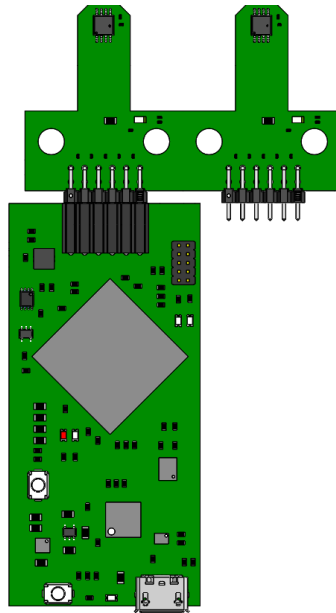

图 2-1. TI-SCB 控制器上的 EVM
要将 EVM 与随附的 TI-SCB 控制器配合使用，请按照图 2-1 所示连接 EVM。
2. 将 EVM 连接到传感器控制板 (TI-SCB) (请参阅图 2-1) 。